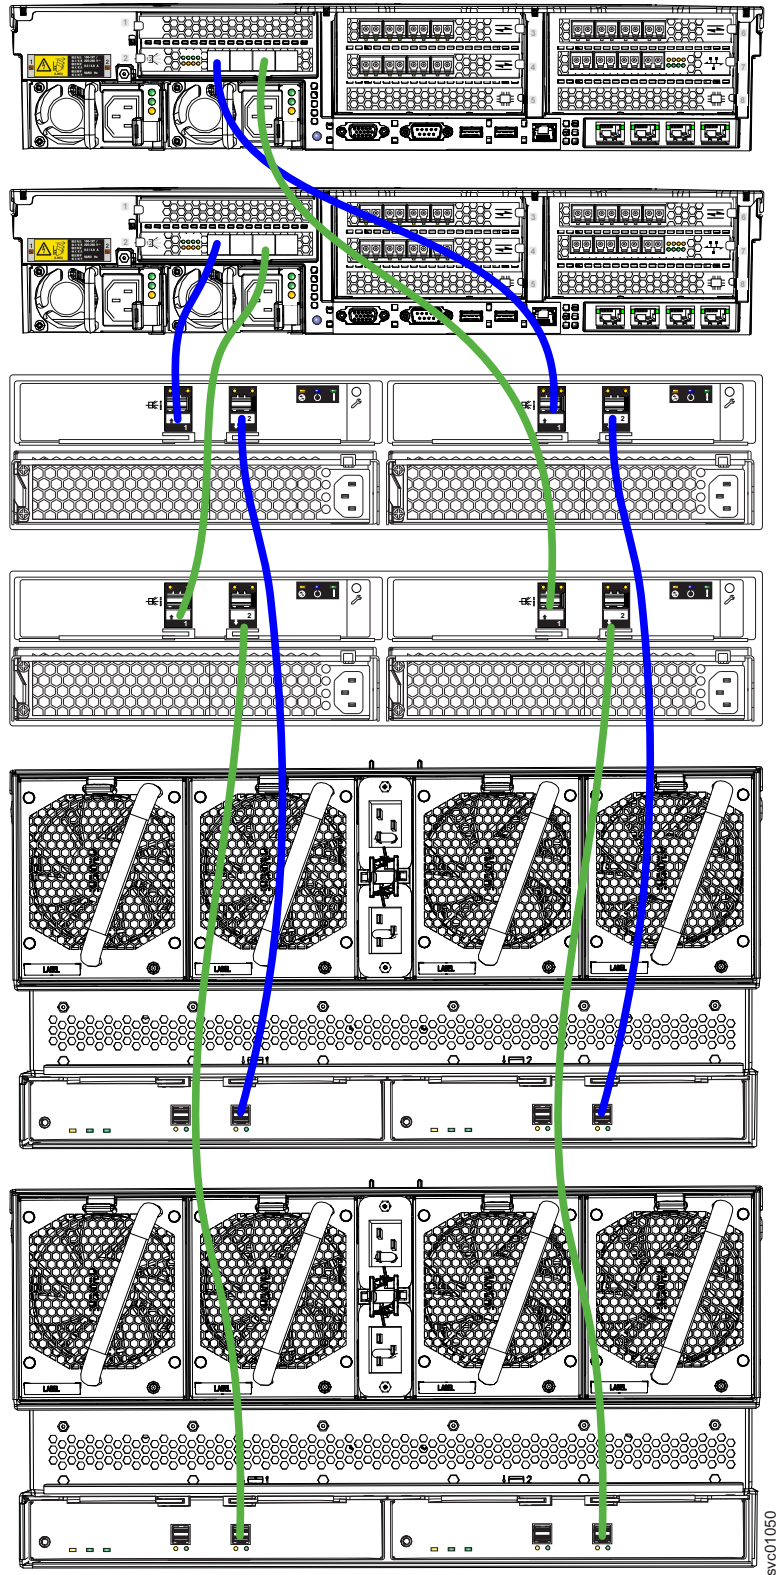

Abbildung 118. Anschluss der SAS-Kabel
1. Schließen Sie die Kabel wie in Abb. 118 auf Seite 133 gezeigt an.
**Anmerkung:** Abb. 118 auf Seite 133 soll die Kabelverbindungen zwischen den SAS-Gehäusen und jedem Knotengehäuse zeigen. Sie stellt nicht die genaue
Wie Abb. 118 auf Seite 133 zeigt, können Sie 2145-24F-, 2145-12F- und 2145-92F-Gehäuse in einer SAS-Kette kombinieren. Dabei stellt die *Kettengewichtung* der verschiedenen kombinierten Komponenten den begrenzenden Faktor dar. An den SAS-Port eines Knotens können Komponenten mit einer maximalen SAS-Kettengewichtung von 10 angeschlossen werden.